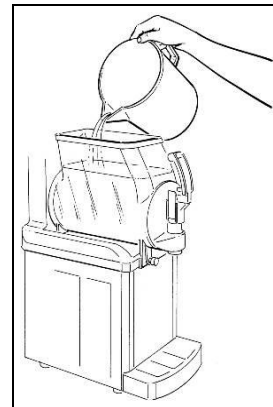

Fig. 3
- **R**emplir le bac d'eau tiède (fig.3) et, après avoir remis le couvercle en place, faire fonctionner le mélangeur pendant quelques minutes.